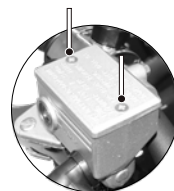

Imagen 27. Completar el nivel de líquido de freno.
2. Retirar los dos tornillos de la tapa. Ver imagen 27.